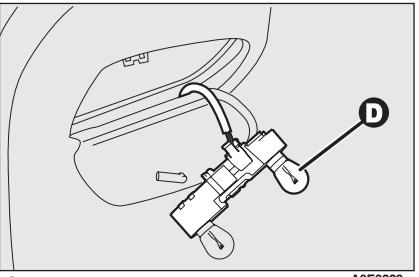

fig. 36
- quite y sustituya la lámpara correspondiente empujándola ligeramente y girándola hacia la izquierda **fig. 36**: